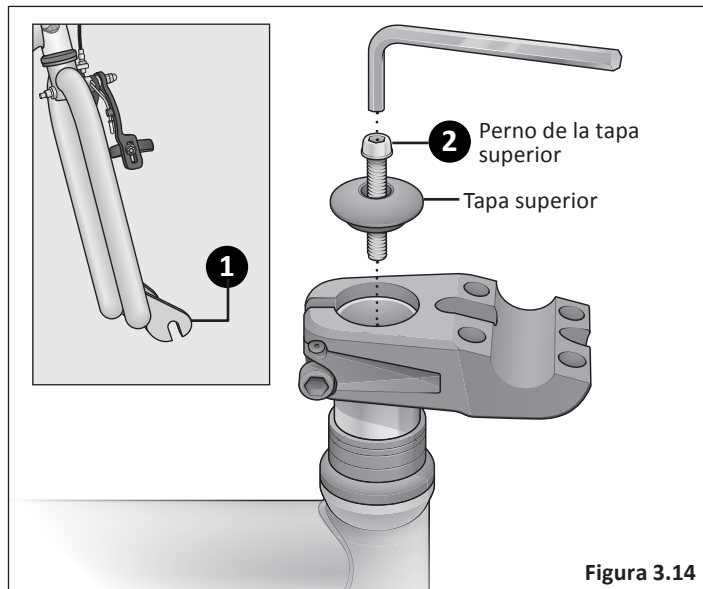

Figura 3.14
- 2 Usando una llave Allen de 5 mm, afloje el perno de la tapa superior del tubo de dirección y quite tanto la tapa como el perno. **¡Importante!** ¡No quite los espaciadores. **Figura 3.14**